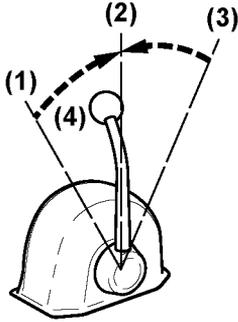

Abbildung 2
Mit Gasgriff (**Abbildung 2, (4)**) Beschleunigen und Verzögern steuern. Griff langsam bewegen.
2. **HINWEIS:** NIEMALS mit dem Schiffsgetriebe bei hoher Motordrehzahl schalten. Im normalen Betrieb darf das Schiffsgetriebe nur bei Motorleerlaufdrehzahl geschaltet werden. Bei Bewegen des Griffs zwischen FORWARD (**Abbildung 2, (1 or 3)**) und REVERSE (**Abbildung 2, (3 or 1)**), Kupplung in Stellung NEUTRAL (**Abbildung 2, (2)**) bringen und etwas warten, bevor langsam in die gewünschte Stellung geschaltet wird. NIEMALS abrupt von FORWARD auf REVERSE oder umgekehrt schalten.